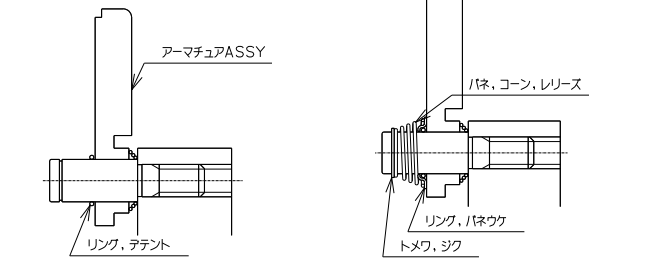

図 3
- ピン,ドライブにリング,デテントをはめてアーマチュア ASSY に押付けてください。(図 3)